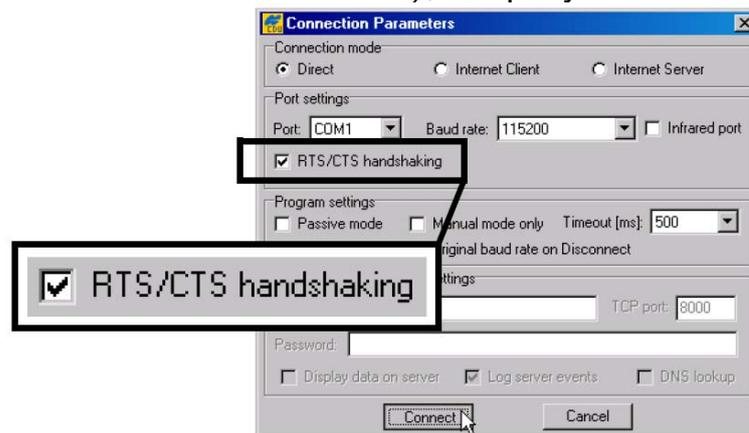

Рисунок 4-6. Диалоговое окно Connection Parameters – флажок RTS/CTS handshaking
2. В диалоговом окне **Connection Parameters (Параметры интерфейсов)** выставьте флажок *RTS/CTS handshaking* (квитирование сигналами RTS/CTS), см. рисунок 4-6.